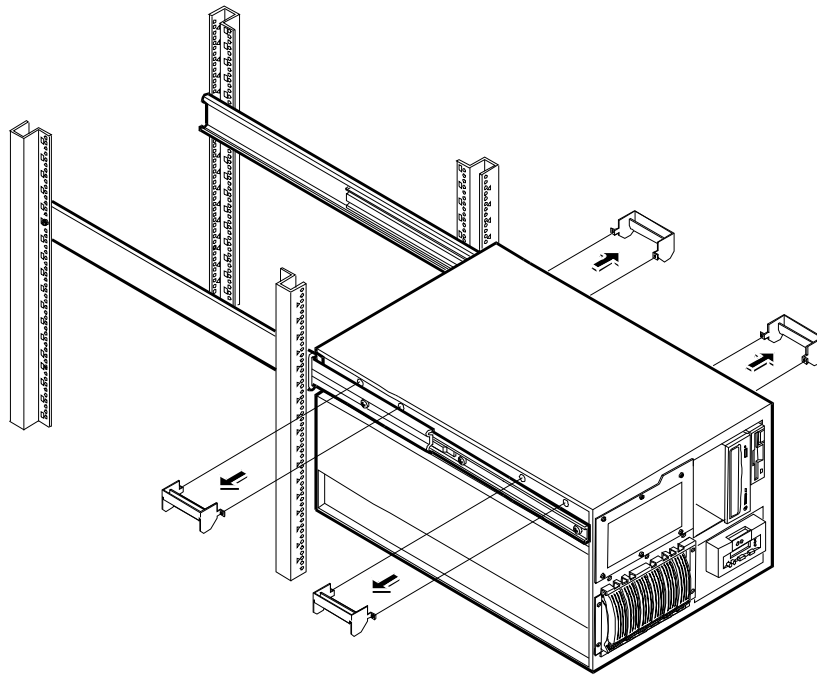

Abbildung 8-15. Abnehmen der Tragegriffe
7. Lösen Sie die beiden Schrauben von den einzelnen Tragegriffen, und nehmen Sie die Tragegriffe vom Server ab (siehe Abbildung 8-15). Sie sollten diese Tragegriffe und die dazugehörigen Schrauben für den Fall aufbewahren, daß Sie den Server erneut ausbauen und transportieren müssen.